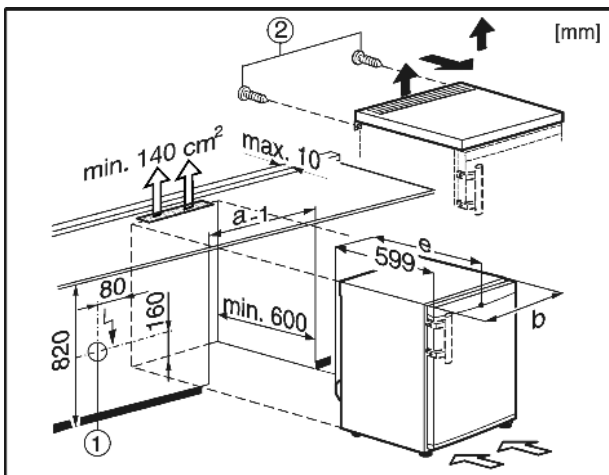

Fig. 9
Die Steckdose Fig. 9 (1) muss dabei außerhalb der Geräte-rückseite liegen und leicht zugänglich sein.
- ▶ Schrauben Fig. 9 (2) an der Rückseite entfernen.